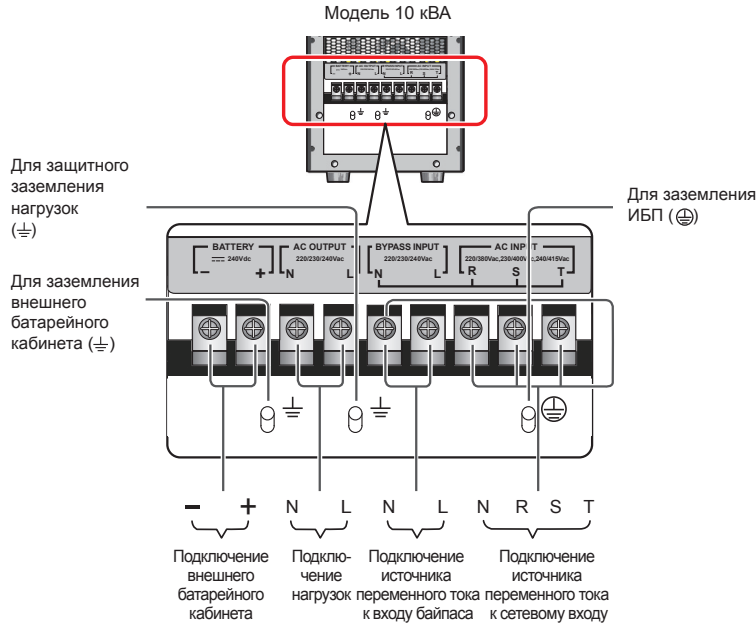

Рис. 6-15. Схема подключения в одиночного ИБП 10 кВА в конфигурации с двумя входами
- 3) Подключите кабели электросети переменного тока, нагрузок, выхода ИБП и внешнего батарейного кабинета к соответствующим зажимам ИБП (см. *Рис. 6-15 и 6-16*).
- 3) Подключите кабели электросети переменного тока, нагрузок, выхода ИБП и внешнего батарейного кабинета к соответствующим зажимам ИБП (см. *Рис. 6-15, 6-16, 6-18*).